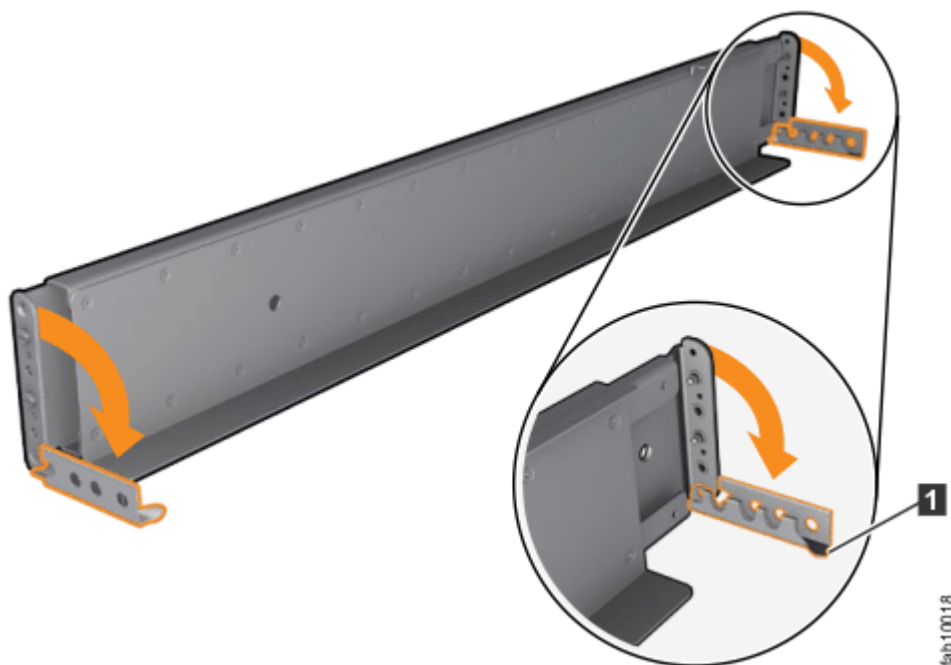

Figure 38. Ouverture des charnières de fixation
6. A chaque extrémité de la glissière, saisissez la languette **1** et tirez *fermement* pour ouvrir la charnière de fixation (voir la Figure 38, à la page 34).